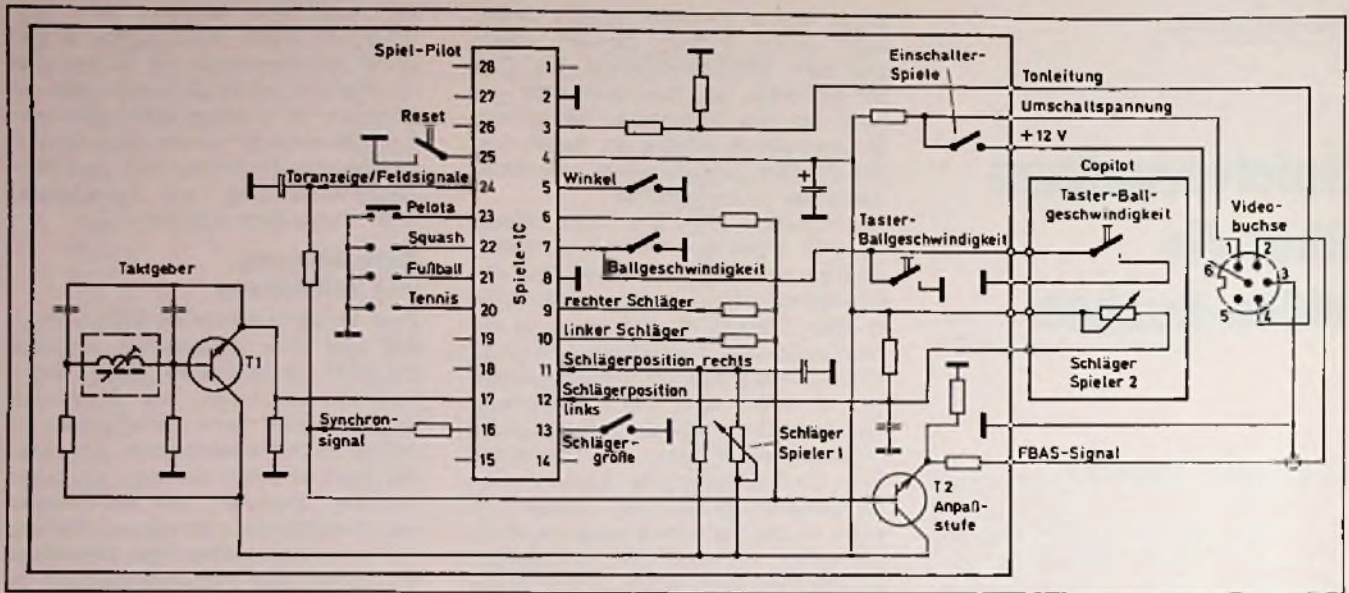

Bild 2. Schaltbild des Bildschirmspiels
Bei der Spiel-Schaltung (Bild 2) fällt der hohe Integrationsgrad auf. Kernstück ist eine integrierte Schaltung (IC), die etwa 3000 Halbleiter-Funktionen ver-